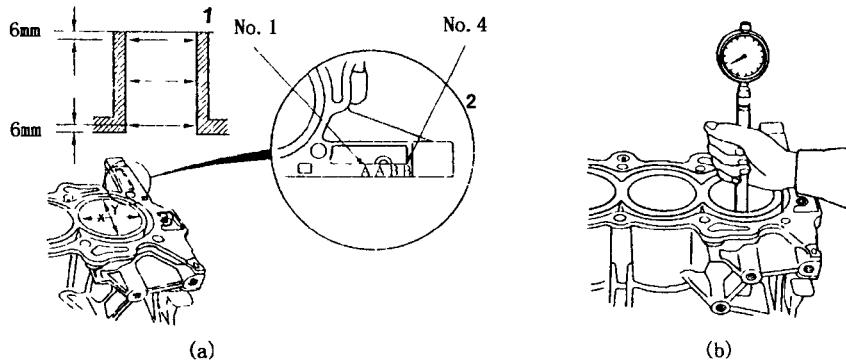

图 2-5 测量圆柱度和磨损程度
(1) 检查
①如图 2-5 所示，在每一气缸的 3 个横截面上沿 X 和 Y 方向进行测量，并计算出气缸的磨损和圆柱度误差。缸孔尺寸的标准值为：A 或 I 86.010~86.020mm，B 或 II 86.000~86.010mm，极限值为 86.070mm，加大尺寸为 0.25mm (86.250~86.260mm)、0.50mm (86.500~86.510mm)，缸孔圆柱度极限值 (3 次测量所得的最大值和最小值之差) 为 0.05mm。